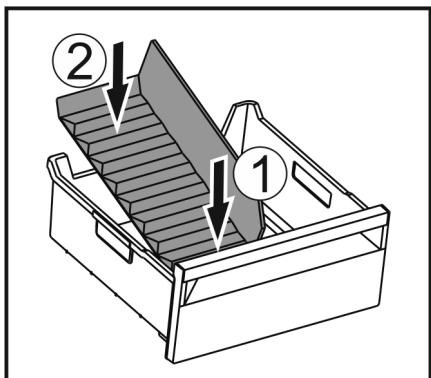

Fig. 177
- ▶ Установите переднюю часть разделителя отделения для льда. Fig. 177 (1)
- ▶ Опустите заднюю часть разделителя отделения для льда на дно выдвижного ящика. Fig. 177 (2)